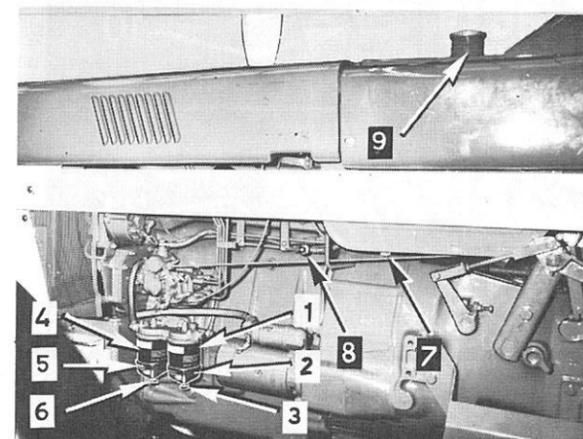

Fig. 2
Ne retirez jamais le bouchon (9) Fig. 2 du réservoir à combustible, et ne faites jamais le plein lorsque le moteur tourne, ou lorsqu'il est chaud. Evitez en outre, la proximité d'une flamme. Ne fumez pas et n'utilisez pas de lampe à huile, lorsque vous utilisez des combustibles inflammables.
La condensation du circuit de combustible se trouve emprisonnée dans la cuve transparente (2) Fig. 2. Purgez tous les jours la condensation en desserrant la vis (3), avant de mettre le moteur en marche. Resserrez la vis dès que l'eau est vidangée et que le combustible commence à s'écouler. Si le niveau d'eau